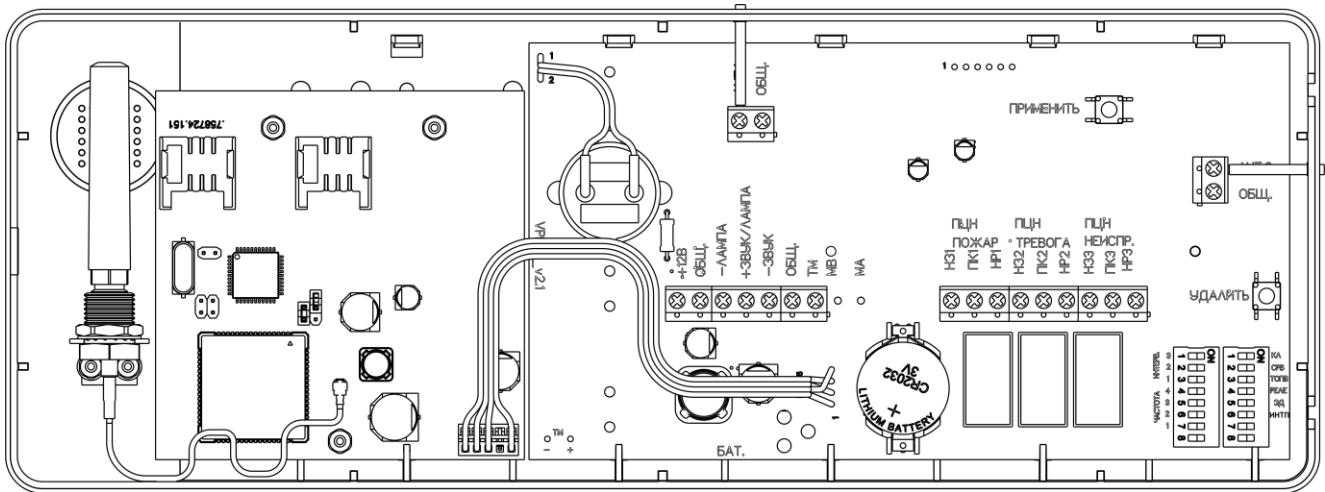

Рис.1. Внешний вид платы прибора ВС-ПК ВЕКТОР ЛАВИНА.
6. Отключить питание прибора (если было включено) и отсоединить вилку центральной платы прибора от розетки XS1 GT-коммуникатора, см. Приложение, Рис. 1.